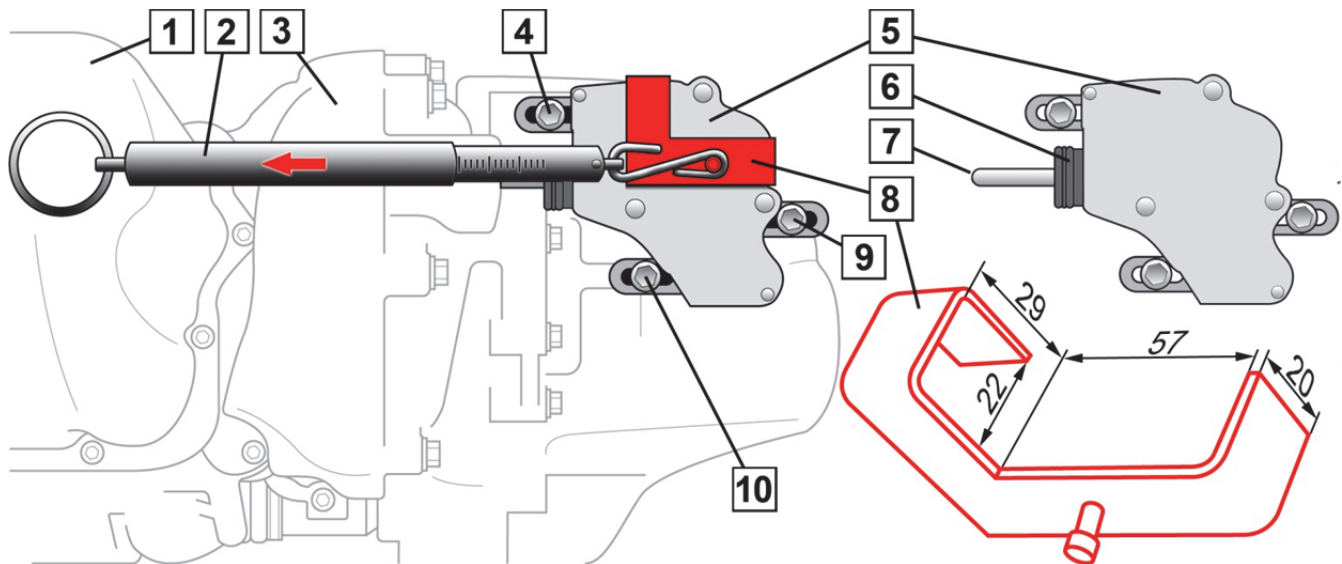

Fig. 1: Atuador da embraiagem com balança de mola para ajustar a força de pré-carga
1. Posicionar o atuador da embraiagem (5) de modo a que o tucho (7) fique firmemente encostado ao alojamento da alavanca de desembraiagem.
4. **Assentar a ferramenta especial (8) no atuador da embraiagem (5).**
5. Engatar a balança de mola (2) na ferramenta especial (8) e esticar no sentido da seta (Fig.1). Força de pré-carga: **50 N**.
6. Engatar a balança de mola (2) na ferramenta especial (8) e esticar no sentido da seta (Fig.1).